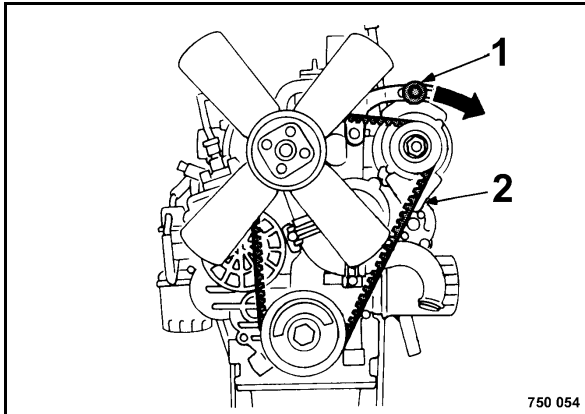

Fig. 102
- Allentare leggermente le viti di fissaggio 1 e 2 (Fig. 102).